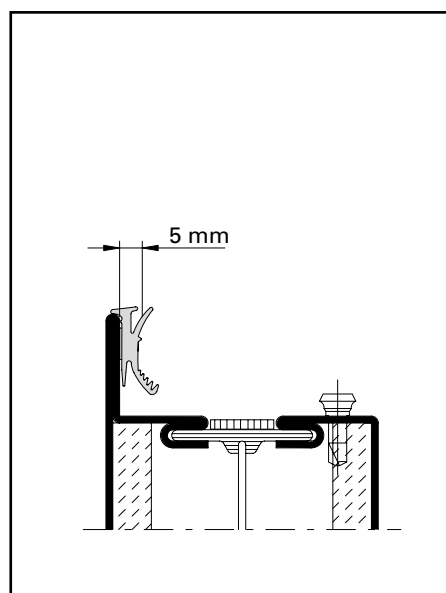

Abb. 14 / Fig. 14 / Fig. 14
- Butylkleber-Schutzfolie abziehen und Dichtung an Profillappen kleben (Abb. 14).
- Retirer la bande de protection du butyle et coller le joint sur l'aile fixe du profilé (fig. 14).
- Remove the butyl adhesive protective film and stick the weatherstrip to the profile lip (Fig. 14).